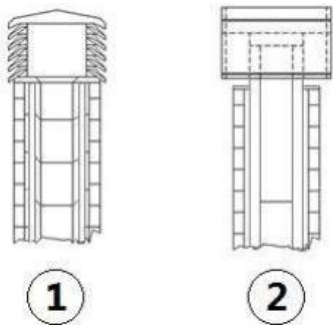

Figure 5 - Cheminée anti-vent
- Il est conseillé de choisir une cheminée de type anti vent, voir Fig. 5.